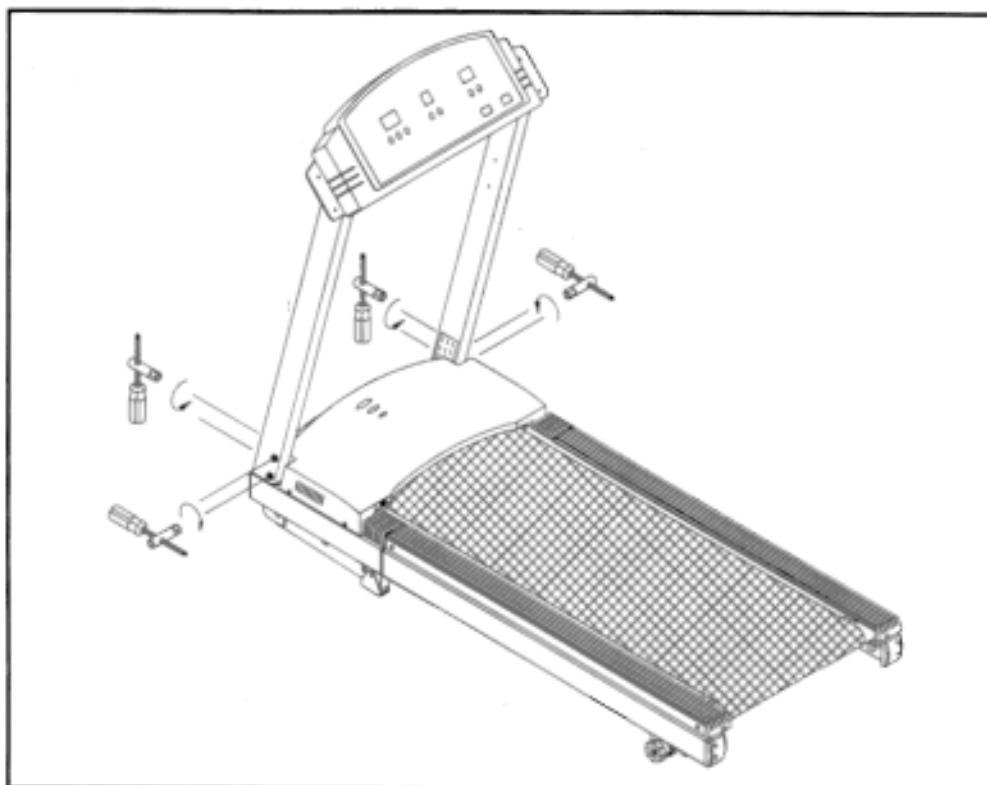

Fig.3
5. Plaats de twee voorste buizen in de daarvoor bestemde houders en maak ze aan beide kanten vast met vier bouten en moeren (zie Fig. 3).